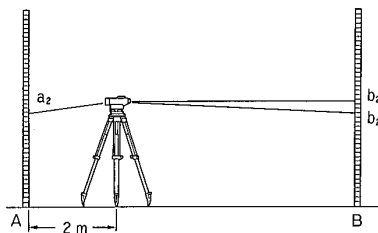
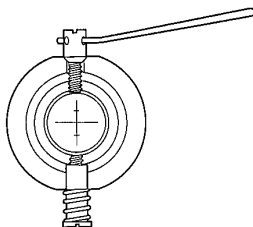

図 7.6
図 7.8
- 2) 点 A から 2m の地点に機械を据え、再び $a_2 \cdot b_2$ を読みとります。(図 7.6)
- 4) 調整ピン⑬(「11. 標準品一式 (格納図)」参照)を使って、 $b_2' = b_2$ になるまで調整します。例えば、図 7.6 の場合、 b_2 の値が大きすぎるので、十字線を下げる必要があります。この場合は調整ねじを少しゆるめて下さい。また、十字線を上げたいときは調整ねじを締めて下さい。(図 7.8)